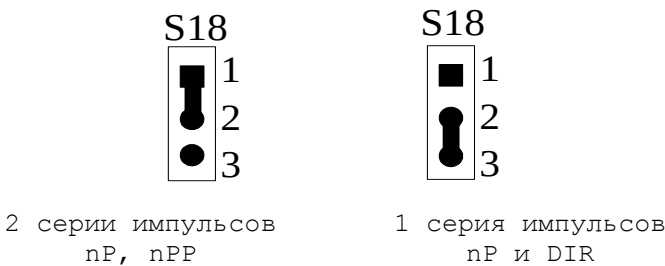

Рисунок 5.29
- S18** – Данная перемычка служит для выбора режима импульсного задания движения привода. По умолчанию выбирается 1 серия импульсов **nP** и направление движения **DIR**, смотри рисунок 5.29. Модуль **ECDP** NC310-38 обеспечивает два режима импульсного задания движения привода, иллюстрация которых показана в таблице 5.17.